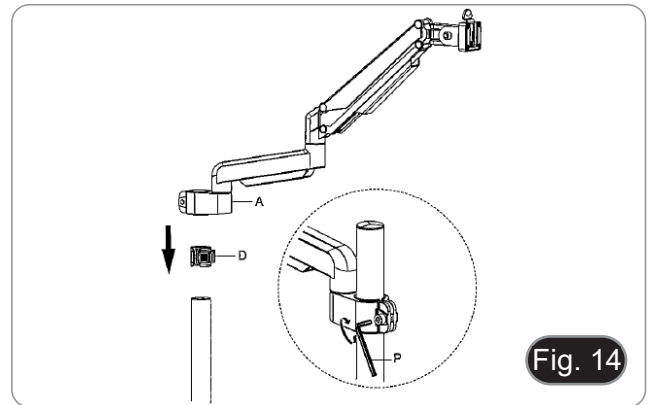

Fig. 14
- **HINWEIS:** Die Kunststoffabdeckung (H) dient auch als Behälter für die Inbusschlüssel, die für die Montage und die Einstellung der Spannung der verschiedenen Teile verwendet werden.
6. Setzen Sie den Kabelhalter (D) in die Säule ein.
7. Setzen Sie den flexiblen Arm (A) ein und ziehen Sie die Befestigungsschraube an. (Fig. 14)